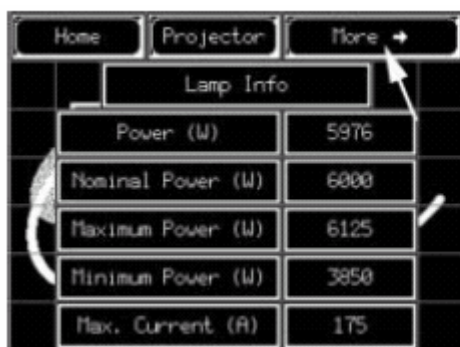

图 11-6 有关灯的更多信息
1. 按“More”（更多灯相关信息）按钮。（图 11-6）。